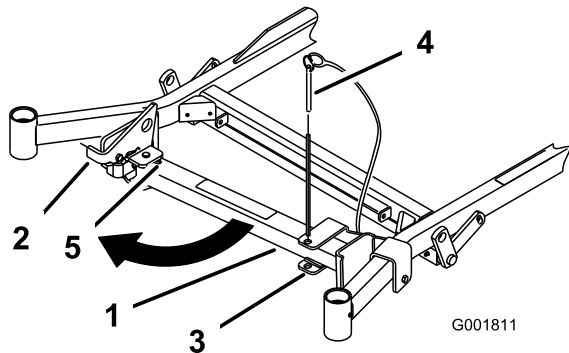
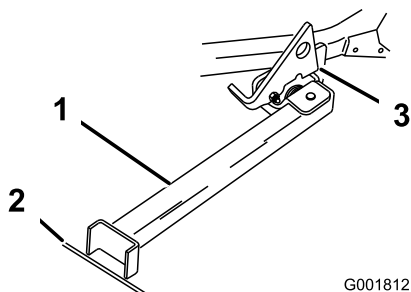

Figure 46
Figure 47
2. Retirez la goupille du support (Figure 46).
4. Dépliez le pied du support et poussez le support vers la machine en l'engageant dans le bas de la fente (Figure 46 et Figure 47).
5. Posez le pied du support sur le sol et appuyez le verrou sur la languette de pivot (Figure 47).
Remarque: Pour obtenir des résultats optimaux, placez le pied du support dans des fissures du trottoir ou dans la pelouse (Figure 47).
7. Conduisez la machine sur le support. Arrêtez-vous quand le verrou retombe sur la languette en position verrouillée (Figure 47).
5. Ramenez le support à sa position de repos (Figure 46).